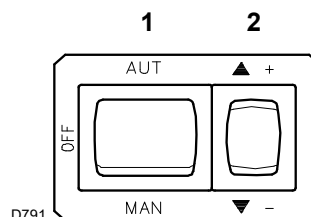
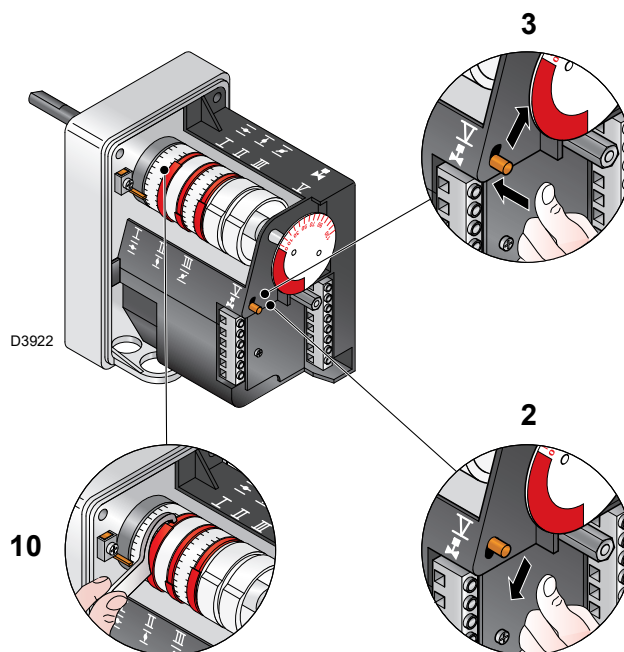

Fig. 24
Fig. 28
Fermer les thermostats/pressostats et mettre l'interrupteur en position «MAN» (Fig. 24).
Appuyer maintenant sur le bouton 2)(Fig. 24) «augmentation de puissance» et le maintenir enfoncé jusqu'à ce que le servomoteur ait ouvert le volet d'air et le papillon gaz.
Appuyer sur le bouton 2)(Fig. 24) «diminution de puissance» et le maintenir enfoncé jusqu'à ce que le servomoteur ait fermé le volet d'air et le papillon gaz à 50° (réglage effectué en usine).
- S'il faut le diminuer, réduire un peu l'angle de la came III (Fig. 28) par de petits déplacements successifs, c'est-à-dire passer de l'angle 65° à 63° - 61°....
- S'il faut l'augmenter, appuyer un peu sur le bouton «d'augmentation de puissance» 2)(Fig. 24) (ouvrir de 10-15° le papillon gaz), augmenter l'angle de came III (Fig. 28) par de petits déplacements successifs, c'est-à-dire passer de l'angle 65° à 67° - 69°.... Puis, appuyer sur le bouton «diminution de puissance» jusqu'à ce que le servomoteur revienne en position d'ouverture minimale et mesurer le débit de gaz.
Pour l'éventuel réglage de la came III, en particulier pour les petits déplacements, il est possible d'utiliser la clavette ad hoc 10)(Fig. 28).
Appuyer un peu sur le bouton 2)(Fig. 24) «augmentation de puissance» afin que le servomoteur tourne d'environ 15°.
- Éteindre le brûleur en agissant sur l'interrupteur 1)(Fig. 24), position «OFF»;
Légende (Fig. 28)